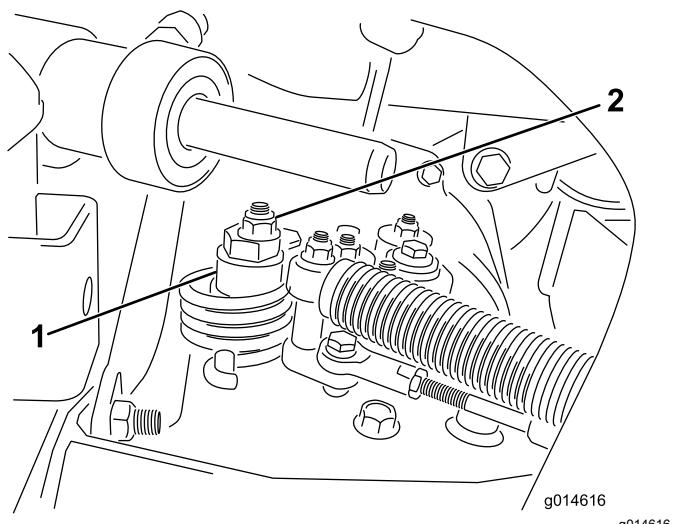

Figura 35
- A. Liberte a porca que fixa o disco excêntrico ao cimo do hidróstato (Figura 35).
- C. Rode o disco excêntrico até eliminar a deslocação em qualquer um dos sentidos. Quando a roda deixar de rodar, aperte a porca, bloqueando deste modo o disco excêntrico e fixando a posição de ajuste (Figura 35). Verifique se o ajuste é o adequado colocando o acelerador nas posições LENTO e RÁPIDO.